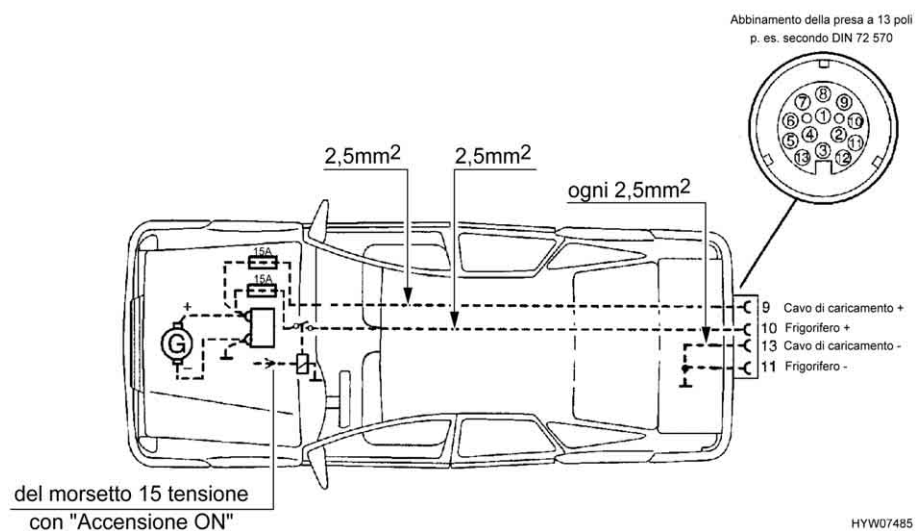

Fig. 77 Installazione per veicolo trainante
- ▷ Attrezzare la motrice con le sezioni di cavo relative e con un relais per l'alimentazione elettrica (comandata tramite accensione) (vedi Fig. 77).